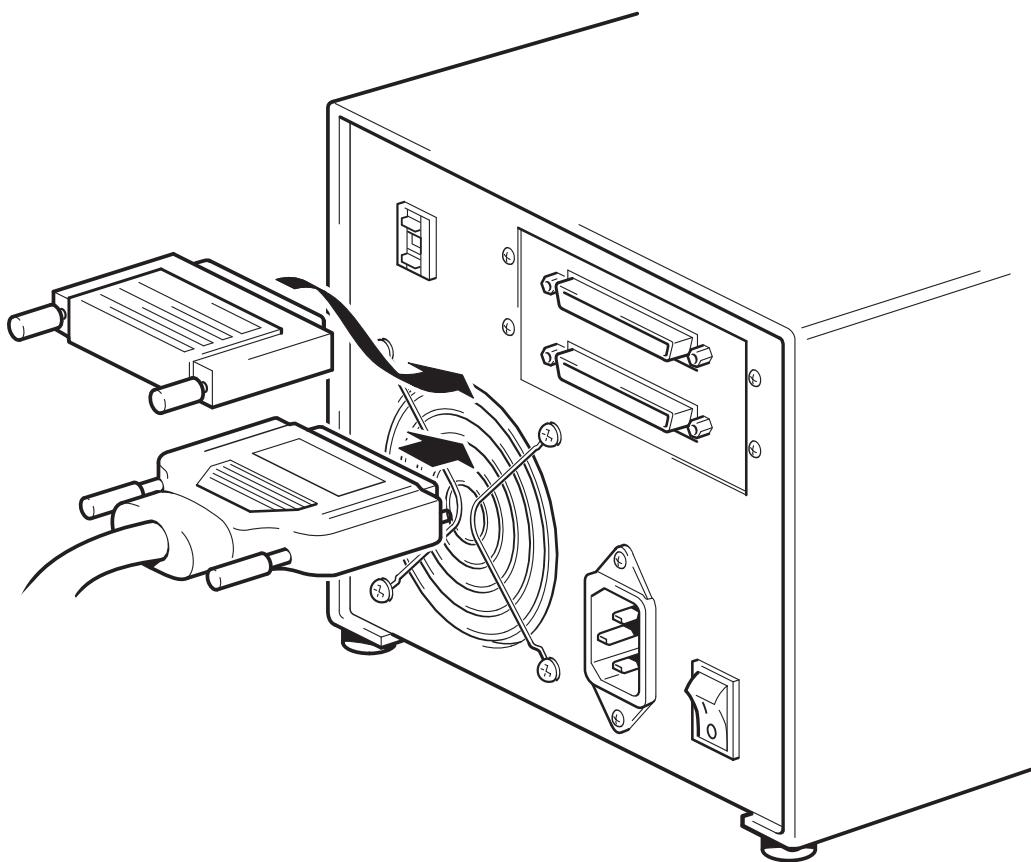

図 5: SCSI ケーブルの接続
- 4 SCSI ケーブルの HD コネクタをテープ・ドライブのリア・パネルにある SCSI コネクタの 1 つに接続し、ネジで固定します (図 5 を参照)。